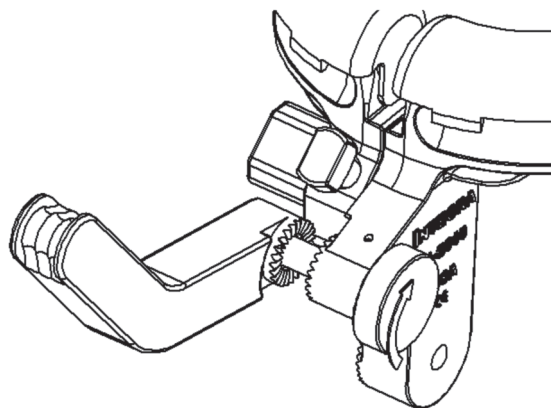

Abbildung 12
1. Stecken Sie den Gewindeteil des Umlenkbügel-Einstellknopfs in die Gewindebohrung des Umlenkbügels, so dass die Zähne des Zahnkranzes des Umlenkbügels den kleinen Zähnen des Zahnkranzes der feststehenden hufeisenförmigen Stützplatte gegenüberliegen (Abbildung 12).